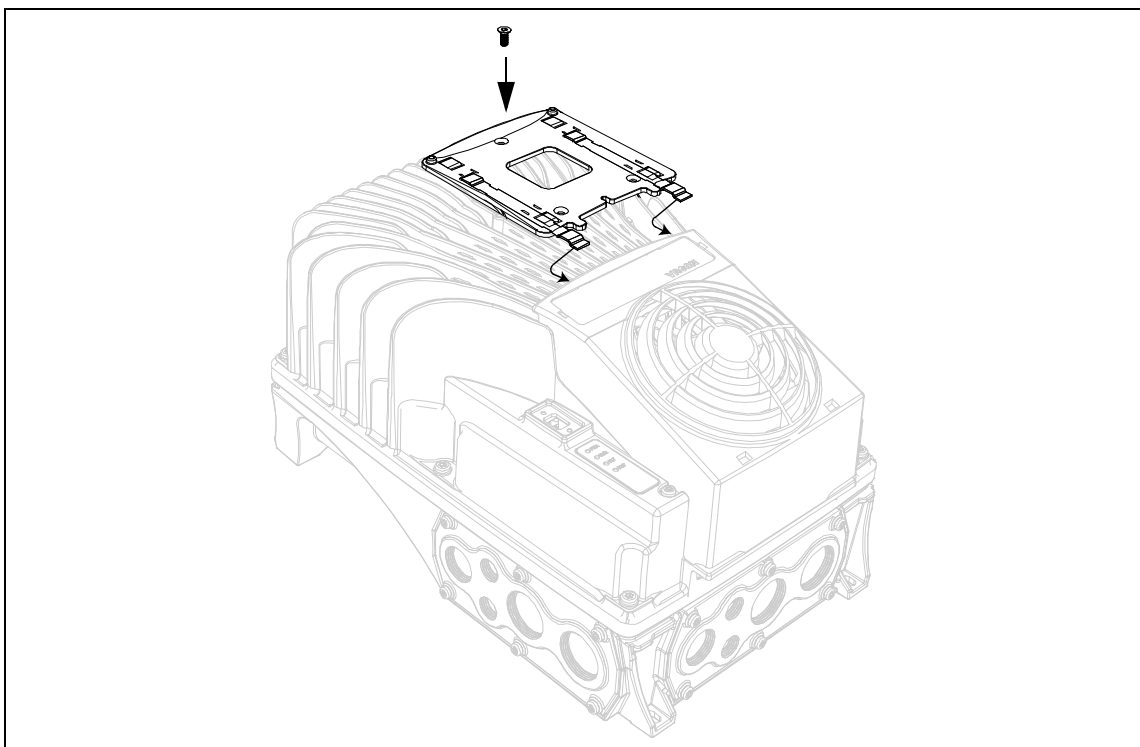

Figura 54. Instalación del soporte del panel en la unidad de potencia.
- Instalar el soporte del panel de control con un tornillo, como se muestra en la Figura 54. Las chapas de metal del soporte del panel se tienen que montar debajo del soporte del ventilador como se muestra en las figuras siguientes.